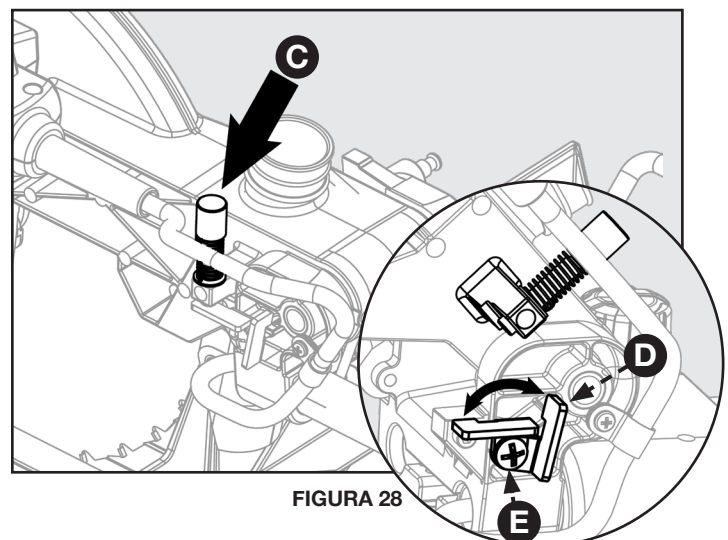

FIGURA 28
Consulte la Figura 28 y siga estas instrucciones para ajustar el tope de profundidad a una profundidad de corte específica: Utilice un destornillador Phillips para aflojar el tornillo (E) y, a continuación, gire el soporte de tope (D) en sentido contrario a las agujas del reloj en la posición hacia abajo. Asegúrese de volver a apretar el tornillo (E). Ahora se puede ajustar la profundidad de corte girando el tornillo de ajuste de profundidad (C).
Consulte la figura 28 y siga estas instrucciones para realizar un corte: Utilice un destornillador Phillips para aflojar el tornillo (E) y luego gire el soporte de tope (D) en el sentido de las agujas del reloj hacia arriba. Asegúrese de volver a apretar el tornillo (E).
El motor de esta sierra posee conjuntos de escobillas de acceso externo que deberán inspeccionarse de forma periódica para comprobar si están desgastados. Si es necesario reemplazar las escobillas, consulte la Figura 28 y realice los siguientes pasos: